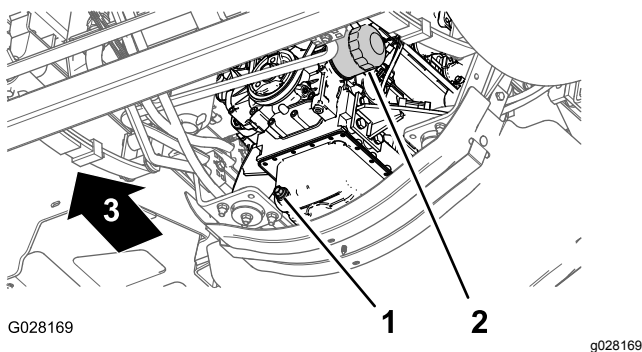

Figure 72
3. Placez un bac de vidange sous le filtre à huile moteur (Figure 72).
4. Retirez le filtre à huile usagé (Figure 72).
8. Posez le filtre à huile sur l'adaptateur et vissez le filtre dans le sens horaire jusqu'à ce que le joint en caoutchouc touche l'adaptateur, puis serrez encore le filtre d'un demi-tour (Figure 72).
1. Placez un bac de vidange sous le bouchon de vidange (Figure 72).
2. Enlevez le bouchon de vidange pour permettre à toute l'huile de s'écouler (Figure 72).